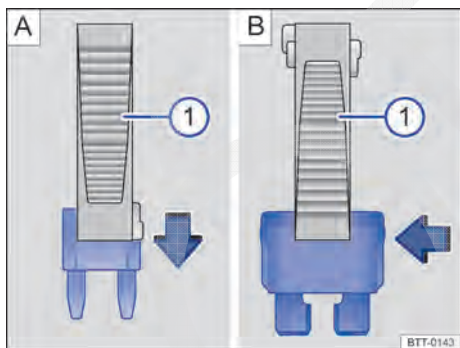

Fig. 165 Remover ou instalar um fusível com a garra da pinça de plástico ①.
- Se necessário, retirar a pinça de plástico → Fig. 165 ① da cobertura da caixa de fusíveis.
- Em caso de *fusíveis pequenos*, encaixar a garra ① por cima → Fig. 165 A.
- Em caso de *fusíveis maiores*, empurrar a garra ① lateralmente sobre o fusível → Fig. 165 B.
- Caso o fusível esteja queimado, substituir o fusível por um novo da *mesma* intensidade de corrente (mesma cor e inscrição) e do *mesmo* tamanho → ①.